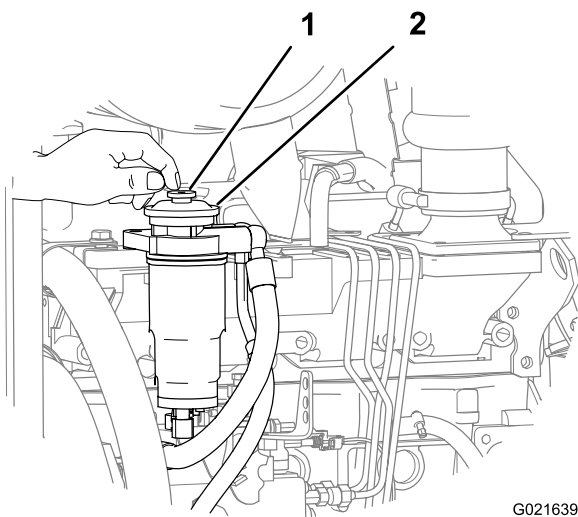

Рисунок 129
6. Найдите кнопку прокачки в верхней части переходника топливного фильтра тонкой очистки (Рисунок 129).
7. Нажимайте и отпускайте кнопку прокачки повторно, пока не почувствуете сопротивление при ее нажатии (Рисунок 129).